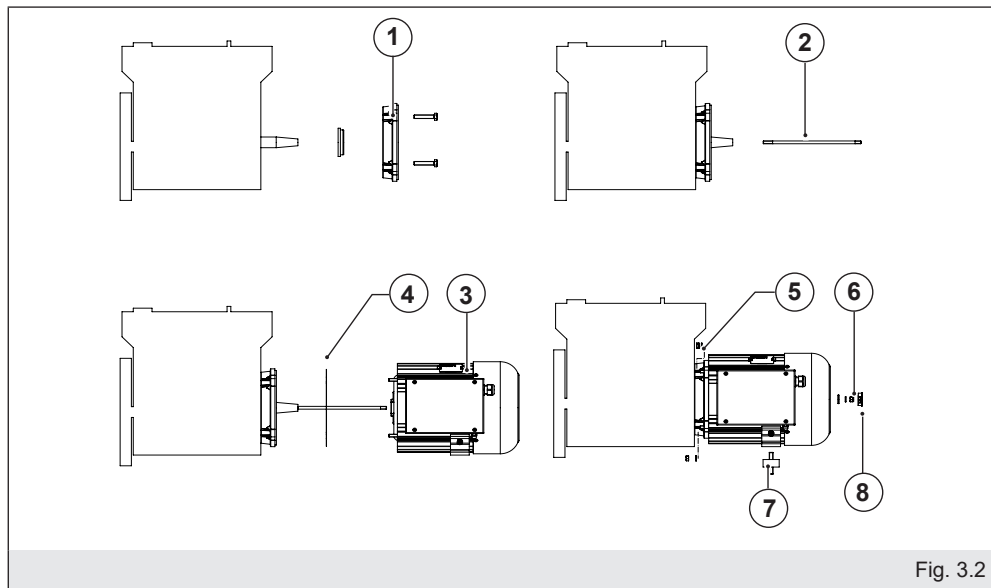

Fig. 3.2
- Fissare lo scudo anteriore (1 fig. 3.2) al motore mediante l'apposita flangiatura presente su di esso. Attenzione: la bulloneria non è inclusa nell'imballo. Si consiglia bulloneria a basso ingombro.
- Applicare il tirante (2) per il fissaggio assiale del rotore avvitandolo sulla sporgenza dell'albero motore.
- Assemblare l'alternatore (3) allo scudo (1) ponendo attenzione ad intraporre correttamente la guar-
- Fix the D.E. shield (1 fig. 3.2) to the engine. Pay attention: bolts aren't enclosed into generator package. Reduced dimensions bolts use is recommended.
- Apply the tie rod (2) that anchors the rotor by screwing it into the external section of the engine shaft.
- Assemble the generator (3) to the shield (1). Pay attention to the gasket (4): assemble it between the